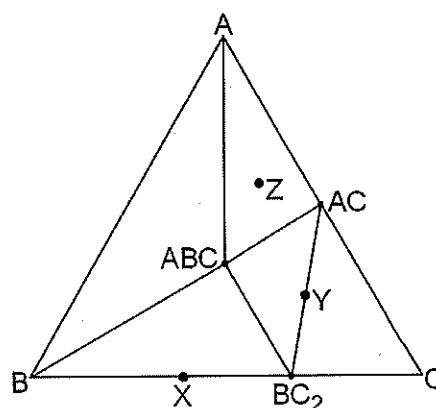

図2
(2) 三成分系状態図に関する以下の問1), 2) に答えなさい。
- 図2は、ある温度における固相状態でのA-B-C三元系状態図である。点X, 点Yおよび点Zのそれぞれにおいて存在する相をすべて答えなさい。